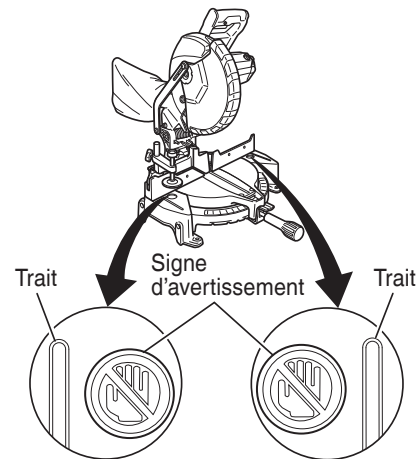

Fig. 13
- * Ne jamais amener les membres à l'intérieur de la ligne à côté du signe d'avertissement pendant que l'outil fonctionne. Cela pourrait être dangereux (voir Fig. 13).